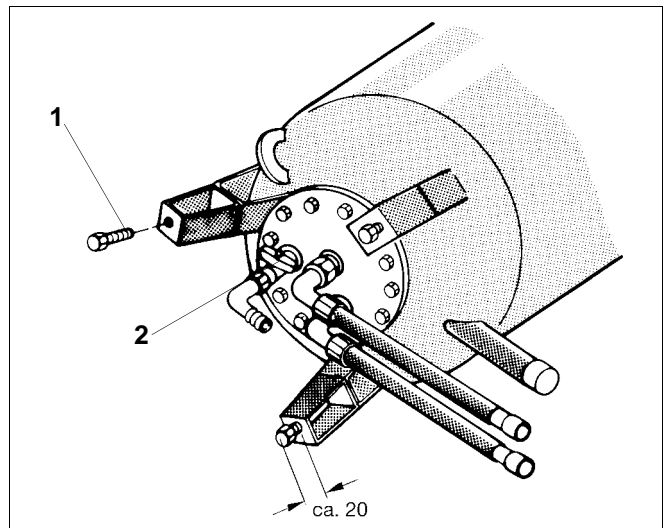

Fig. 3 Utilisation des vis de fixation comme vis réglables
- Visser les vis de fixation sur env. 20 mm dans les pieds du préparateur en tant que pieds réglables (fig. 3, pos. 1).
- Vérifier si le robinet de vidange est fermé et si les vis de la trappe de visite sont bien serrées et étanches conformément aux préconisations (fig. 3, pos. 2).
Légende für Abb. 3 (Prinzipabbildung)